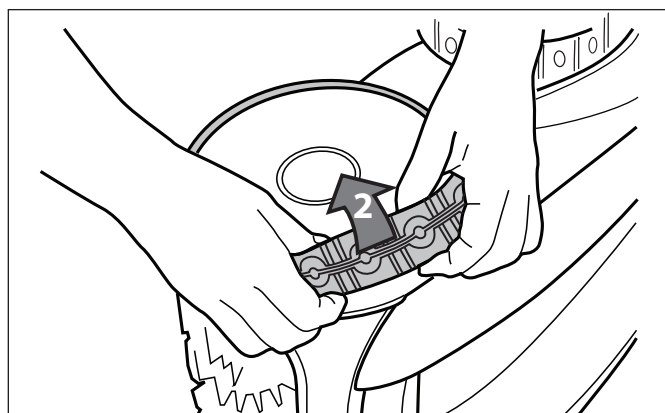

Figure 36. Retirer le pneu usé
2. Enlever le vieux pneu comme illustré à la Figure 36.